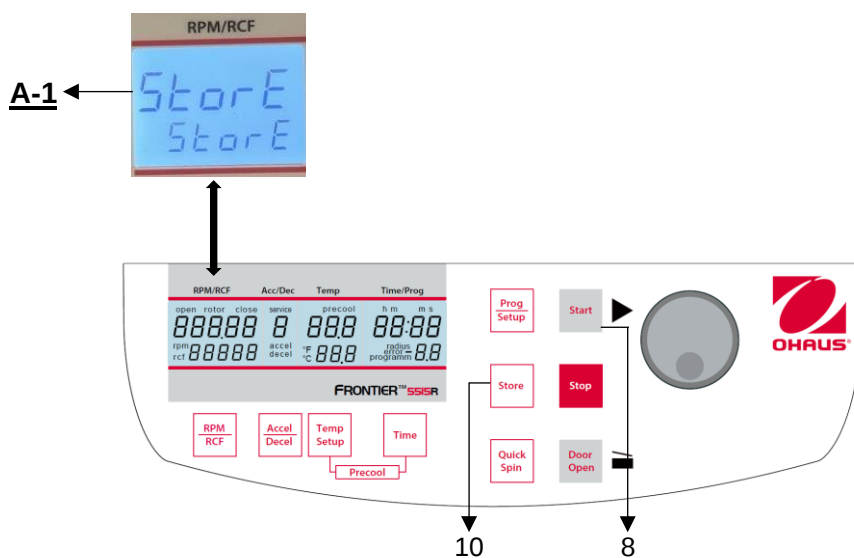

Abbildung 30
Alle geänderten Einstellungen müssen mit der Taste **"Start"** (8) oder **"Store"** (10) bestätigt werden. Im Display **"RPM | RCF"** (A-1) erscheint das Wort **"Store"** - erst dann sind die Vorwahlen gültig (siehe Abbildung 30). Nachdem Sie die Einstellungen gespeichert haben, können Sie durch kurzes Ausschalten der Zentrifuge wieder in den normalen Programmbetrieb wechseln.